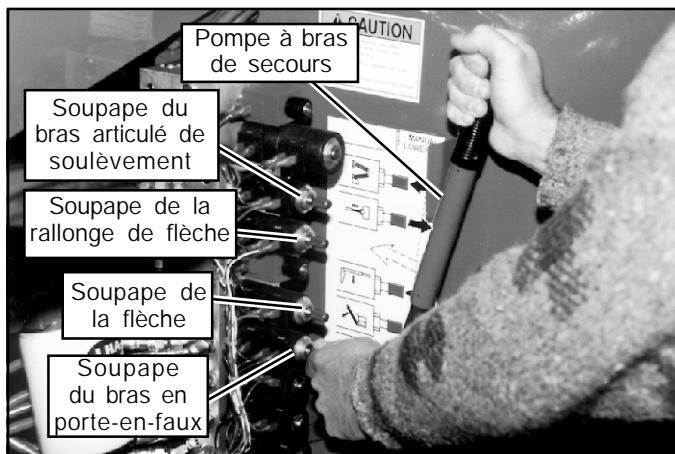

Figure 4 : Utilisation de la commande de secours
3. Actionner la commande manuelle prioritaire (bouton moleté) sur la soupape appropriée (voir figure 4). Enfoncer pour abaisser/déployer; tirer pour éléver/rentrer, au besoin.